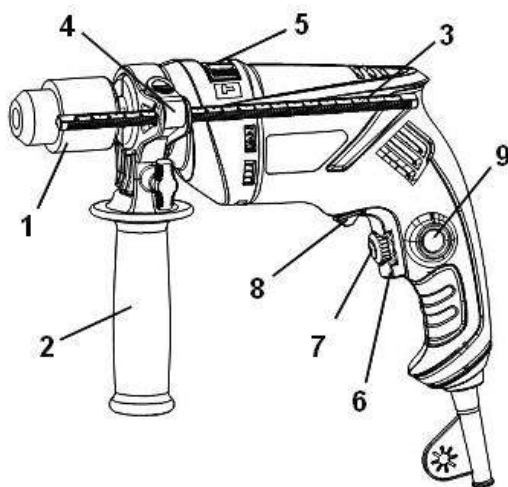

Рисунок 1
3.4.1 Изделие имеет два режима работы: ударно-вращательный и вращательный. Переключение режимов работы изделия осуществляется переводом переключателя (5) (см. рис.1) из одного крайнего положения в другое в сторону соответствующего символа режима работы:
- Ударно-вращательный режим – переключатель (5) должен быть переведен до упора в сторону символа **1**.
- Вращательный режим – переключатель (5) должен быть переведен до упора в сторону символа **2**.
5.2 Выберите необходимый режим работы изделия с помощью переключателя (5) (см. рисунок 1).
Переключение режимов работы изделия осуществляется переводом переключателя (5) (см. рис. 1) из одного крайнего положения в другое в сторону соответствующего знака режима работы: